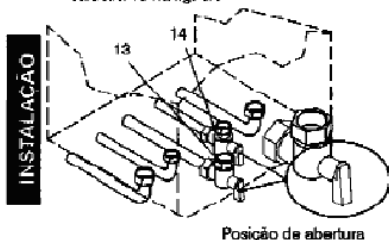

fig. 6.1
- 1 Abrir a torneira do contador de gás e aquela da caldeira 13 na fig. 6.1
- 5 Abrir a torneira 14 na fig. 6.1